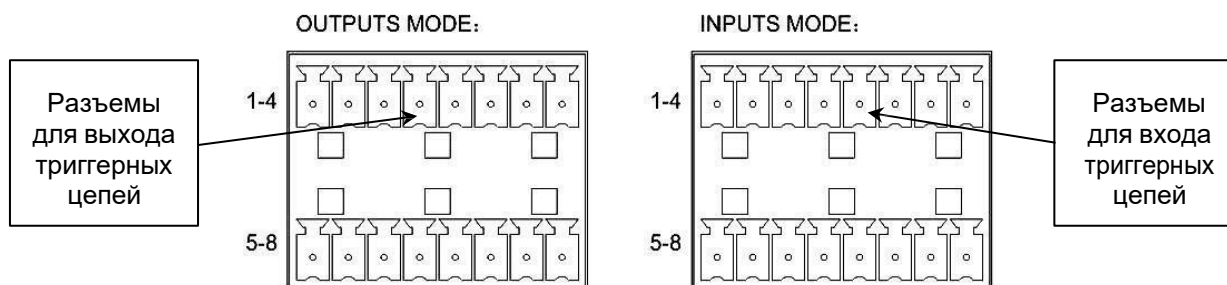

Рис. 4.15. Фрагмент задней панели коммутатора LPA-EVA-MS с разъемами подключения линий триггерных сигналов
- b. **CH** (канал): **01 02 03 04 05 06 07 08** (список каналов интерфейса управляющих сигналов, работающих в установленном режиме **НЗ/НО** или **ОК**). Физическое расположение разъемов каналов на задней панели показано на Рис. 4.15.